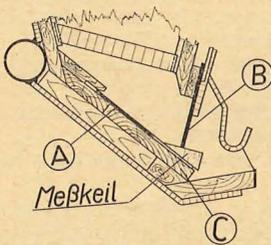
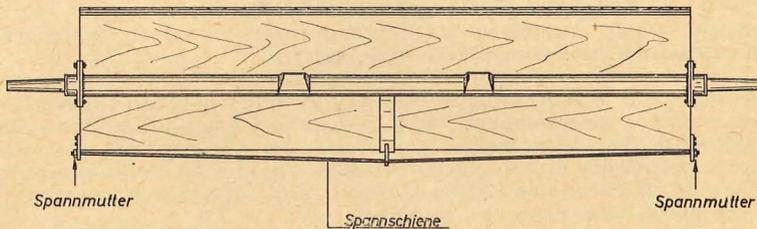

Abb. 2
Abb. 3
Die Überprüfung geschieht folgendermaßen: Auf der ganzen Maschinenbreite ist z. B. bei Durchlaßschieberstellung 6 ein Meßkeil zwischen Durchlaßschieber (B) und Rührschieber (A) zu stecken (s. Abb. 2). Achten Sie bitte hierbei darauf, daß der Rührschieber (A) an allen Stellen gleichmäßig auf dem Kastenboden (C) aufliegt! Bei der ersten Probe macht man zweckmäßig eine Markierung auf den Meßkeil und überprüft, ob der Abstand zwischen Rührschieber (A) und Durchlaßschieber (B) auf der ganzen Maschinenbreite gleich ist. Ist dies nicht der Fall, so ist durch Verdrehen der Spannschlösser (10/17) der Durchlaßschieber entsprechend nachzustellen. Hat der Kastenboden (C) sich durchgebogen, so muß er durch Anziehen der Spannmutter über die Spannschiene wieder nachgerichtet werden (siehe Abb. 3)!
so muß er durch Anziehen der Spannmutter über die Spannschiene wieder nachgerichtet werden (siehe Abb. 3)!